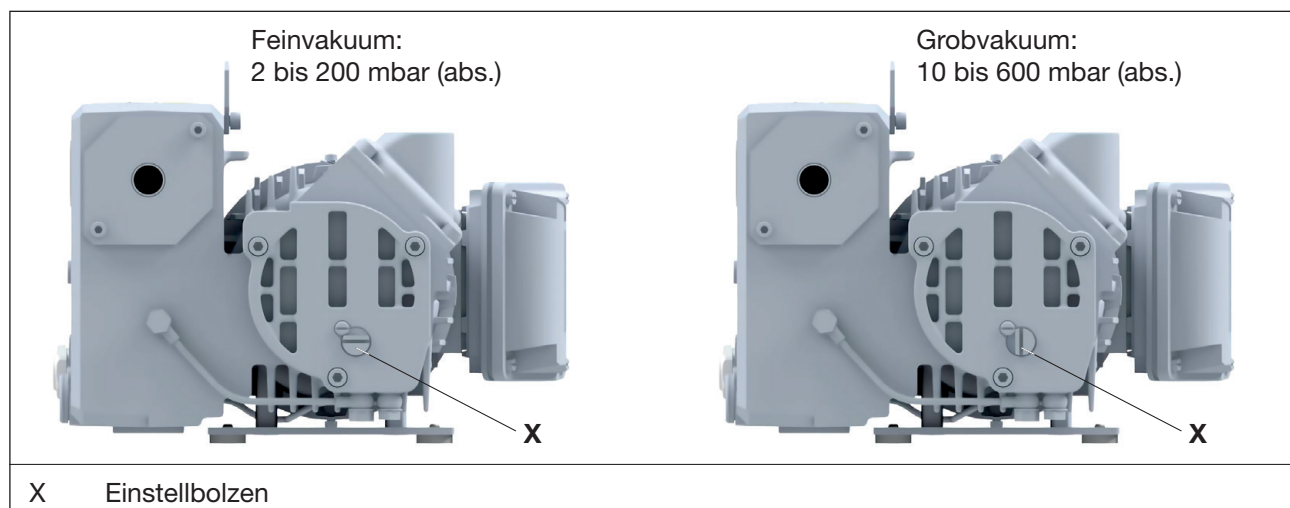

Abb. 5 Betriebsbereich einstellen
- Einstellbolzen (Abb. 5/X) bis zum Anschlag im Uhrzeigersinn (Feinvakuum) oder gegen den Uhrzeigersinn (Grobovakuum) drehen.